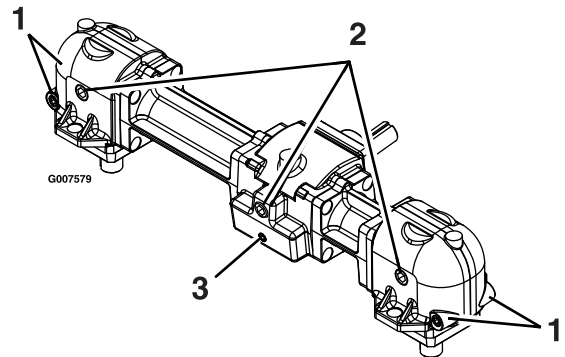

Figura 30
4. Retire el tapón grande de vaciado de aceite de la parte delantera de cada una de las tres secciones de la caja de engranajes, y drene el aceite (Figura 30).